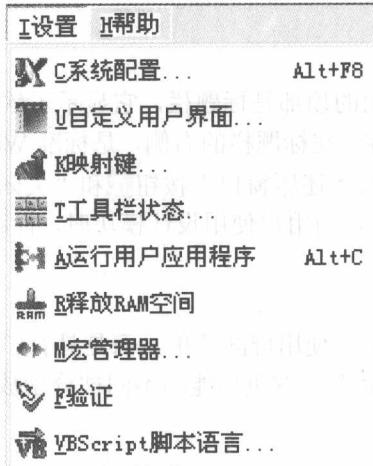
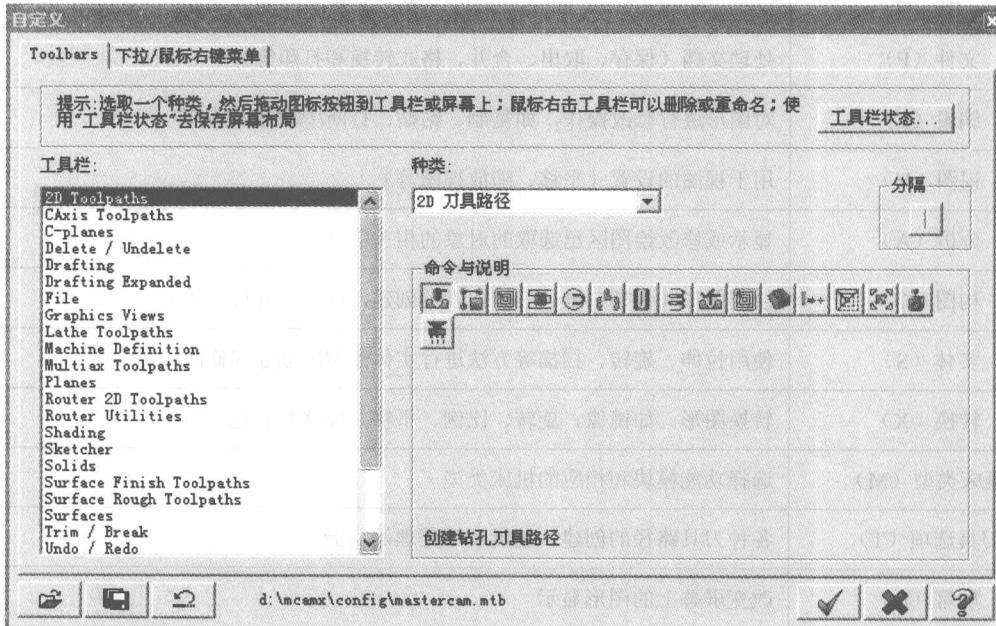

图 1-4 设置命令下拉菜单
图 1-5 自定义工具栏
紧接菜单栏下面的是工具栏，它是将菜单栏中的命令以图标的方式来表达，方便用户快捷选取所需要的命令。与菜单栏一样，工具栏也是按功能进行划分的。工具栏中包含了 Mastercam X 的绝大部分命令。用户可以通过菜单栏中的命令“设置 (I)”→“用户自定义 (u)”来增加或减少工具栏中的图标，如图 1-4 和图 1-5 所示。